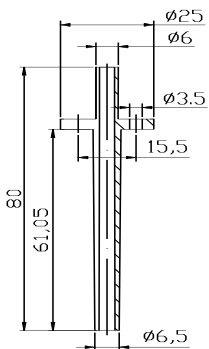
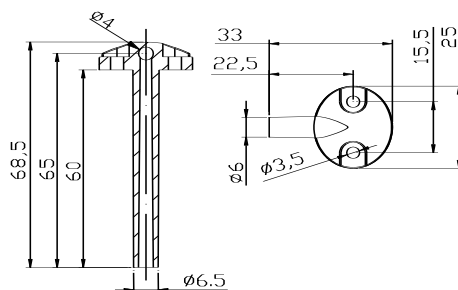

图 5: 连接件 1003
图 6: 连接件 1009
1. 先安装连接附件, 附件如图 5 或图 6。每个附件用 2 枚螺丝固定安装在现场引压处, 较长端(约 60mm)插入引压处。要注意插入后需要将开孔缝隙重新密封, 以免系统漏气。